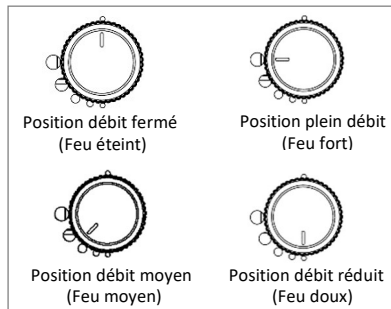

Figure 2 : Réglage de la manette de commande
5. Régler ensuite à volonté la hauteur de la flamme en tournant la ou les manettes de commande de plein débit (grand cercle) à débit réduit (petit cercle) (Voir figure 2)